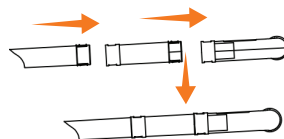

Рис. 6
2. Аккуратно вставьте трубы друг в друга, пока защелки не встанут на место (Рис. 6).